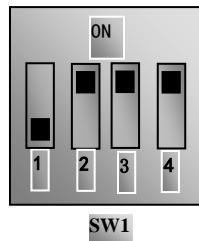

图 4-4 拨码开关
(2) 按方式键，进入编程菜单。
(3) 设置变频器的功能参数；
①进入 F203 参数，设置为 1，选择模拟 AI1, 0~10V 电压端子频率设定方式；
②进入 F208 参数，设置为 1，选择方向端子（OP5 设置为自由停机，OP4 设置为反转；OP6 设置为正转）控制运行；
(4) 对于三相变频器控制端子排附近有一四位红色拨码开关 SW1，如图 4-4 所示。拨码开关的作用是选择模拟量输入端子 AI1、AI2 的输入范围（0~5V/0~10V/0~20mA）。实际使用时通过 F203 来选择模拟量输入通道。按图示把开关 1 拨到 OFF 位置，3 拨到 ON 位置，选择 0~10V 电压调速。
(5) 闭合 OP4 开关，电机开始反向运转；
(6) 在运行中，可调节设定电位器，修改变频器当前设定频率；
(7) 在运行中，断开 OP4 开关，再闭合 OP6 开关，电机运行方向改变；
(8) 断开 OP4 开关和 OP6 开关，电机减速，直到停止运行；
(9) 断开空气开关，变频器断电。